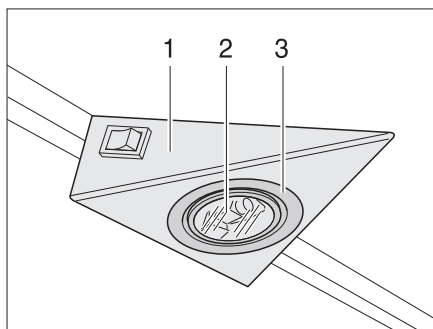

Fig. 255 Lámpara halógena empotrada
La lámpara halógena empotrada está instalada hundida en una carcasa (Fig. 255,1).
- Soltar el anillo de cubierta interior (Fig. 255,3) de la carcasa con un desatornillador.
- Extraer la bombilla halógena (Fig. 255,2).